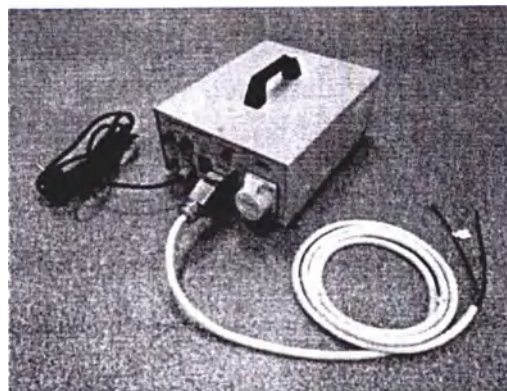

Рисунок 41
2.9 Инкубатор предусматривает подключение к нему блока внешнего питания АСПИ.431422.004 (рисунок 41), который питает инкубатор нестабилизированным выпрямленным напряжением и заряжает внутренний аккумулятор инкубатора, а так же подключает внешнее питание 12 В к инкубатору, в случае отсутствия внешнего сетевого питания ~ 220 В 50 Гц.